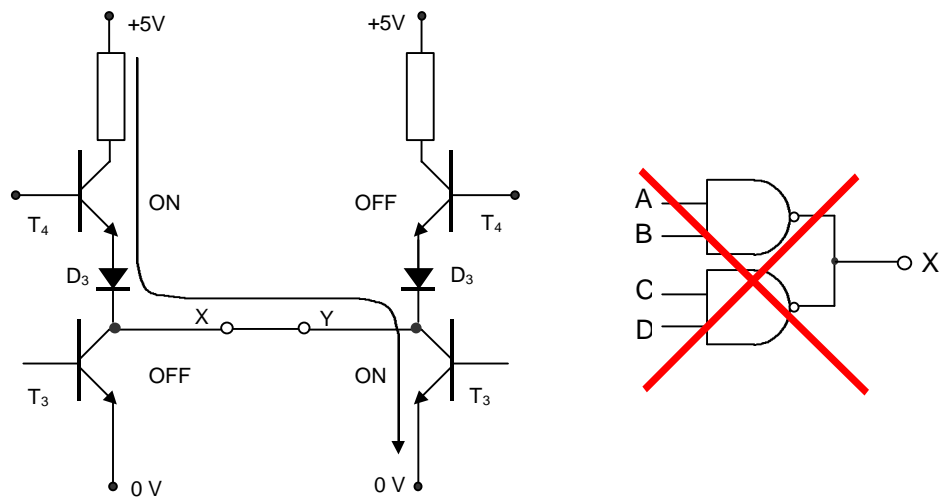

Figura 4-14. Uso incorrecto de circuitos con salida *totem-pole*.
1. **Totem-pole:** Es el tipo de salida más usual. Hay que tener en cuenta que no podemos unir las salidas de circuitos totem-pole (Figura 4-14) porque se produce una corriente excesiva y daría lugar a daños en el dispositivo.